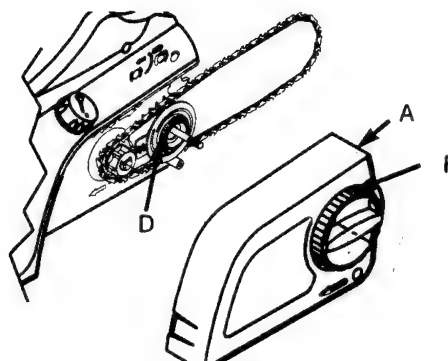

Fig. 21
2. Pour engager les maillons de la chaîne dans la rainure du guide chaîne, faites tourner la plaque de tension (D) dans le sens inverse des aiguilles d'une montre jusqu'au bout. Installez la chaîne et son guide dans l'unité de puissance, faites tourner la plaque de tension (D) dans le sens des aiguilles d'une montre et remettez le capot latéral (A) (Fig. 21).
3. Tournez le bouton dans le sens des aiguilles d'une montre, réglez l'anneau de tension de la chaîne (F) et serrez alors le bouton. Voir Tension de la tronçonneuse Réglage P14.